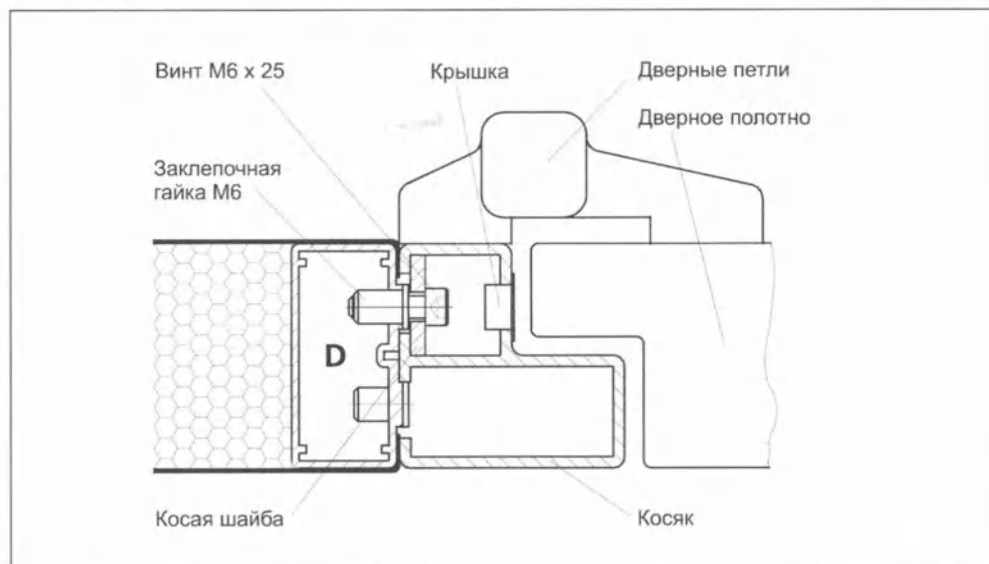

Рис.9 Сборка дверного косяка к панели с окончанием D
4.5. Закрепление дверного косяка (рис.9 и до 11)
Сторона панели с окончанием D (рис.9) дверного косяка, используется для дверей вмонтированных в плоскость перегородки. Дверной профиль внутренней рамы панели оснащён заклёпочной гайкой М6, которая используется для фиксации дверного косяка. Дверной косяк к панели привинчивается винтами М6 со внутренним шестигранником и косоугольными прокладками через меньший отсек профиля дверного косяка.